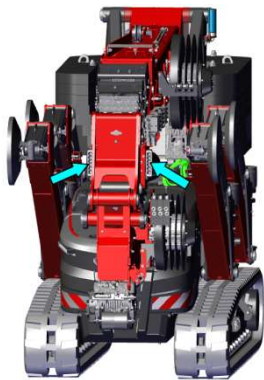

Abbildung 27
- Durch 1-maliges Drücken der Taste für die Arbeitsscheinwerfer auf der Fernbedienung werden die 2 Arbeitsscheinwerfer am Hauptausleger eingeschaltet (*siehe* *Abbildung 27*).
- Durch weiteres 1-maliges Drücken der Taste für die Arbeitsscheinwerfer auf der Fernbedienung werden die 2 Arbeitsscheinwerfer am Hauptausleger eingeschaltet, und die 2 Arbeitsscheinwerfer auf dem Fly-Jib bleiben eingeschaltet (*siehe* *Abbildung 27 und 28*).